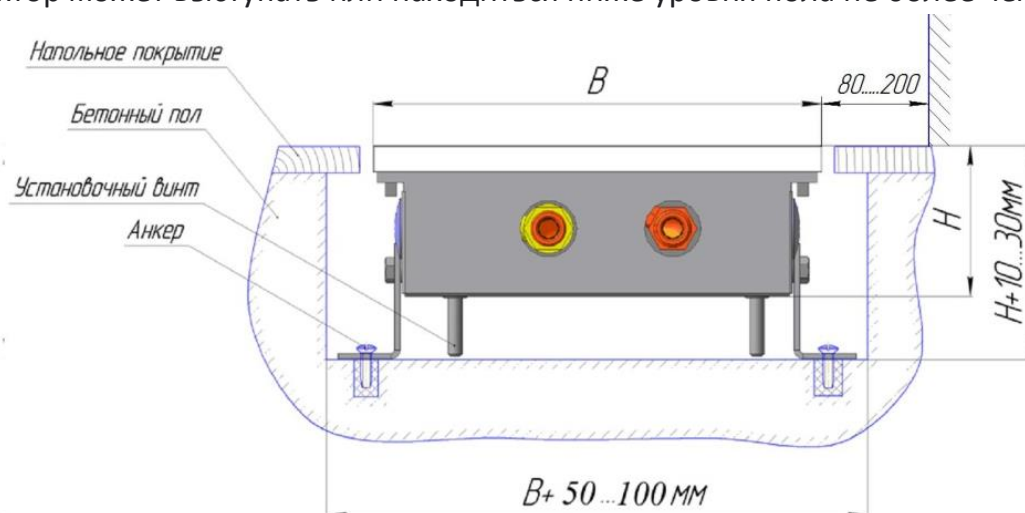

Рис. 2. Установочные размеры.
7.6. Корпус конвектора должен быть установлен строго горизонтально в выполненной в полу нише, глубина и ширина которой зависит от высоты и ширины корпуса (см. рис. 2.) Высота ниши (Н) должна быть равна высоте корпуса конвектора плюс 10...30 мм. Ширина (В) ниши должна равняться ширине конвектора плюс 50...100мм; рекомендуемое расстояние от стены составляет 80...200 мм.